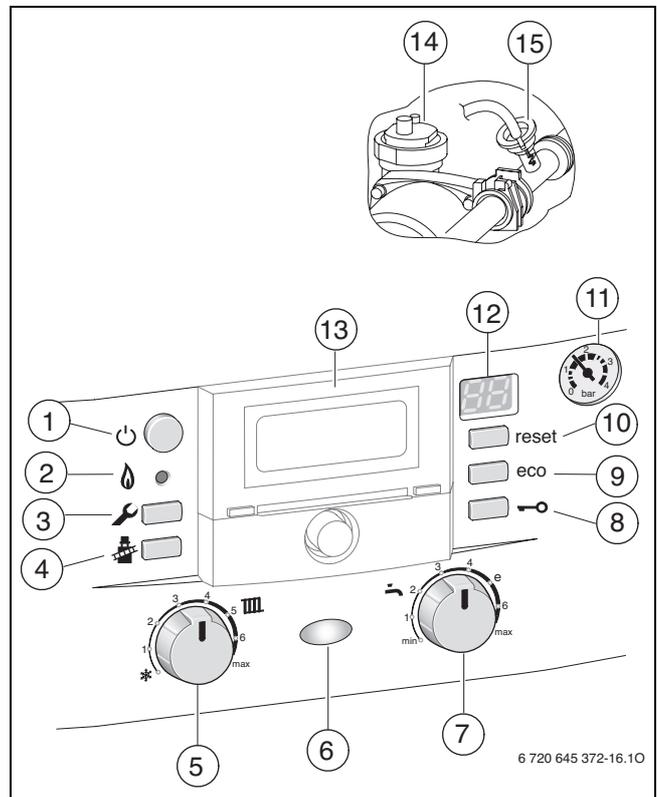

Bild 42 Übersicht der Bedienelemente
- ▶ Schlauch vom Entlüftungsventil (→ Bild 42, [15]) in ein Gefäß (z. B. Flasche) leiten und Entlüftungsventil so lange öffnen, bis Wasser austritt.
- ▶ Automatischen Entlüfter (→ Bild 42, [14], Seite 26) öffnen und nach dem Entlüften wieder schließen.